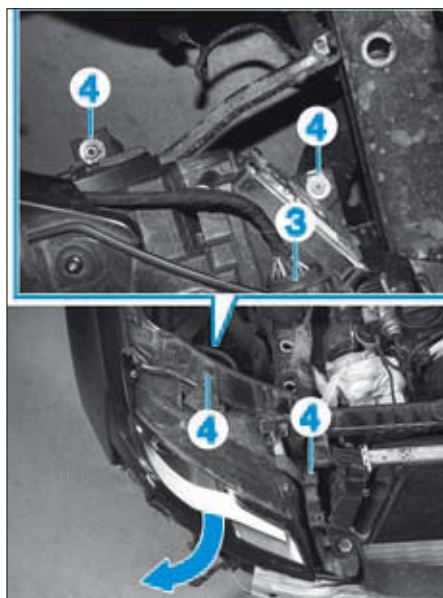

FIG. 50
- Débrancher le connecteur (3) (Fig.50).
- Déposer les vis de fixation (4) du projecteur.